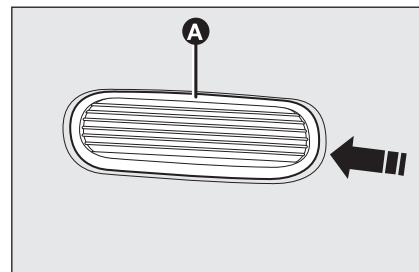

fig. 27
- spingere il trasparente **A-fig. 27** nel senso di marcia della vettura (è fissato a pressione);